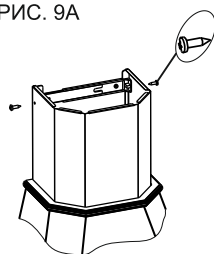

РИС. 10
6.4 Выдвиньте фальштрубу, оденьте ее на кронштейн (рис. 10) и закрепите винтами.